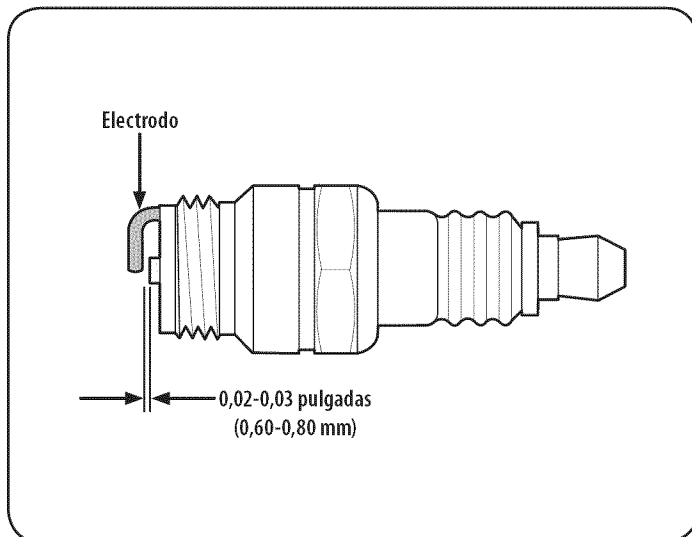

Figura 16
- Mida la separación de bujía con un calibrador. Realice los ajustes necesarios torciendo el electrodo lateral, Figura 16. La separación debe ajustarse en 0,02-0,03 pulgadas (0,60-0,80 mm).